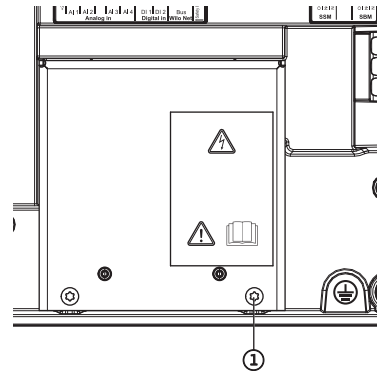

Fig. 113: EMC-suojalevy
4. Avaa EMC-suojalevyn ruuvit (Fig. 113, pos. 1) ja ota suojalevy pois.